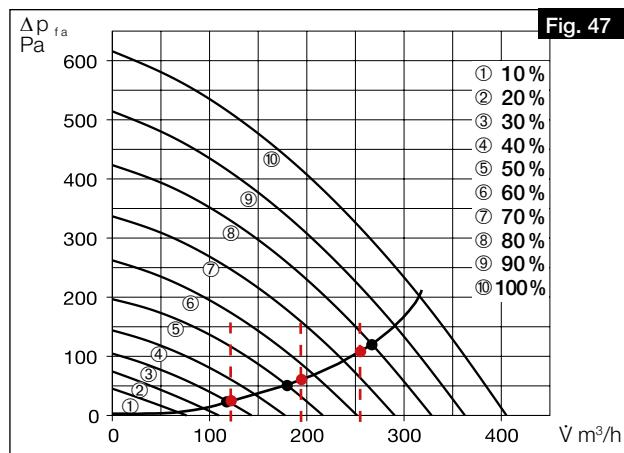

Fig. 47
1. Saisir les débits volumiques issus du l'étude pour les trois profils de ventilation „à la maison“, „en déplacement“ et „Ventilation intensive“ dans la courbe caractéristique de l'appareil pour l'air soufflé et extrait (voir Fig. 47).
① Nous recommandons d'enregistrer les valeurs suivantes dans les profils de ventilation :
2. À l'intersection des débits volumiques avec la courbe caractéristique du système, les performances du ventilateur à régler (en %) du profil de ventilation peuvent être lues approximativement. Il convient de les saisir dans le profil de ventilation correspondant à l'aide du logiciel easyControls ou de la commande KWL-BE Touch (voir Fig. 47 et Fig. 48).